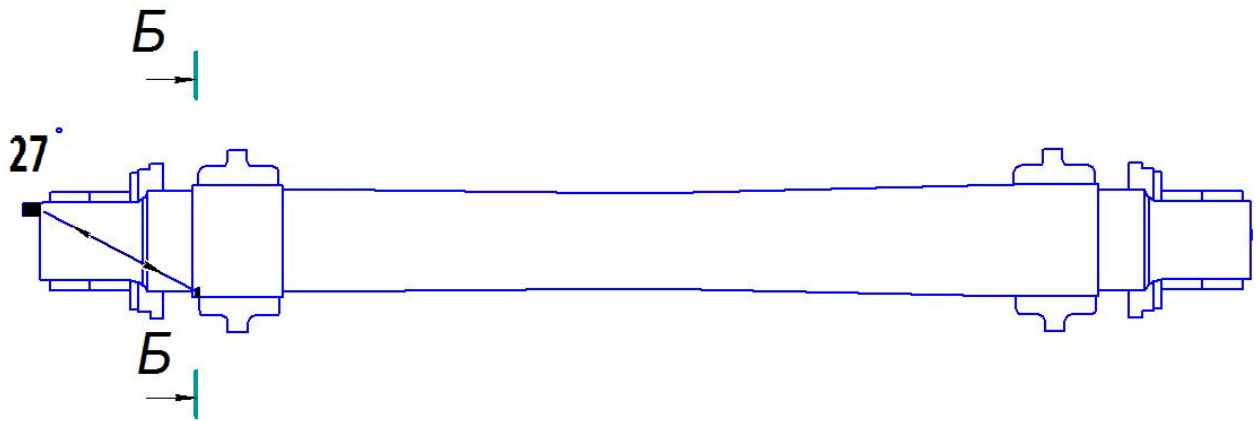

Рис. 7.3.2. Схема установки преобразователя П121-2,5-27°-К14-ЖД (П131-2,5-0°/27°-К14-ЖД) на НО 1.11.002 – О при проверке чувствительности по варианту АР1.3.
- установить ПЭП на торец (в резьбовую канавку) НО 1.11.002–О в соответствии со схемой на Рис.7.3.2;
- установить ПЭП на НО 1.11.002–О и найти максимум эхосигнала от запила в сечении Б-Б, Рис.7.3.2;